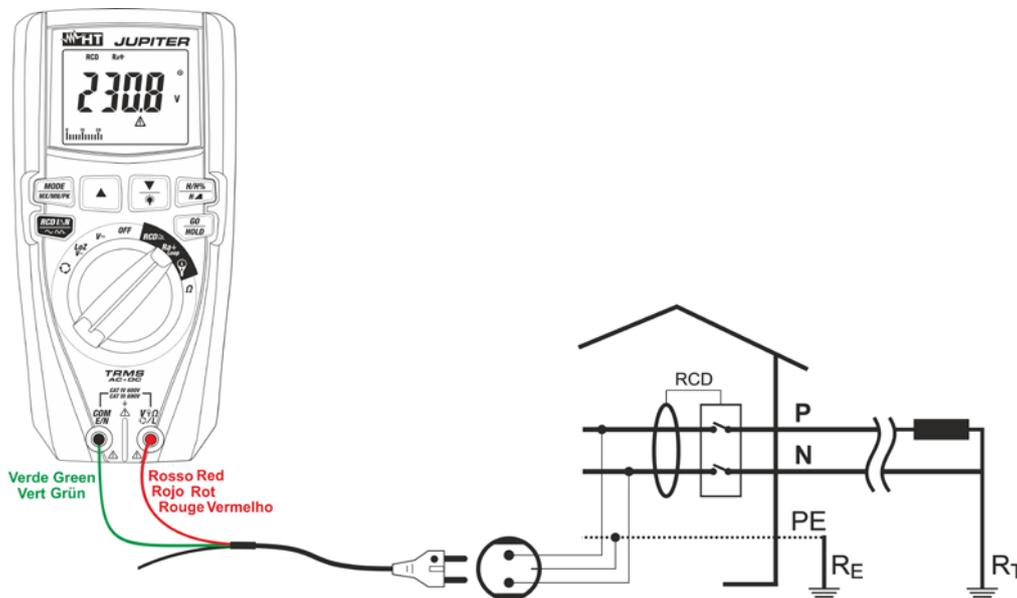

Fig. 17: Uso do instrumento para medir a resistência global de terra com cabo Schuko
5. No caso de usar um cabo com ficha shuko inserir o condutor vermelho no terminal de entrada **VΩL** e o condutor verde no terminal de entrada **COM/E/N** e ligar o instrumento à instalação em exame (ver Fig. 17). O valor da tensão Fase-Terra é apresentado no display.